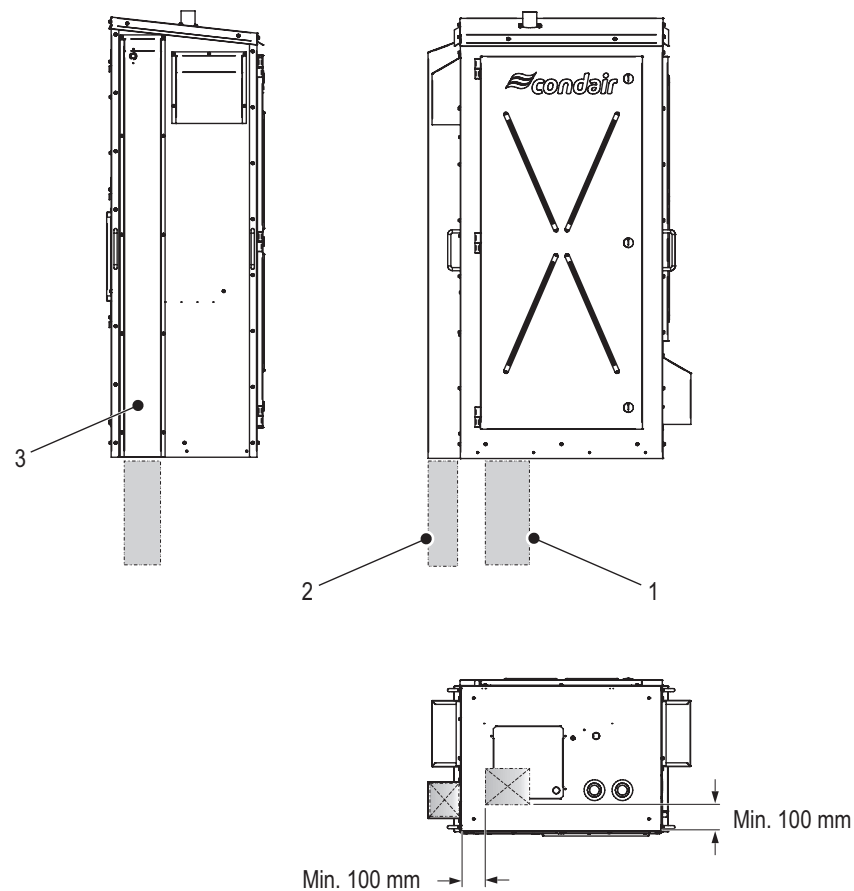

Abb. 9: Lage der Leitungskanäle
Es wird empfohlen alle externen Ablaufleitungen sowie die Wasserzulaufleitung in geeigneten Leitungskanälen zu verlegen. Abb. 9 zeigt die generelle Lage und Dimensionierung der Leitungskanäle.
5. Installieren Sie die passend dimensionierten Leitungskanäle (empfohlen) für die Ablaufleitungen und die Wasserzulaufleitung. In Abb. 9 ist eine allgemeine Übersicht zur Positionierung und Dimensionierung dargestellt.
4. Sehen Sie (bei Dachmontage) geeignete Öffnungen im Dach vor und installieren Sie die Leitungskanäle. In Abb. 9 ist eine allgemeine Übersicht zur Positionierung dargestellt.